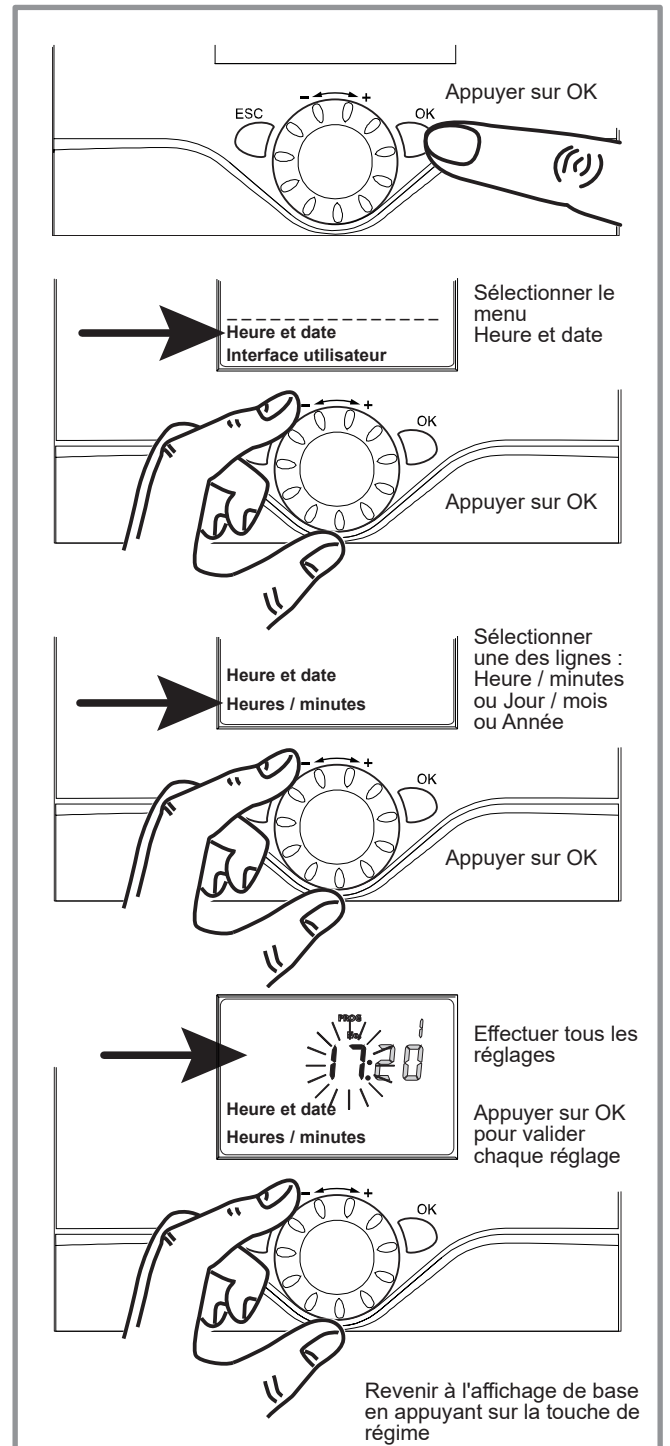

figure 6 - Réglage de l'heure et de la date
- Ajuster l'heure et la date si nécessaire (figure 6).